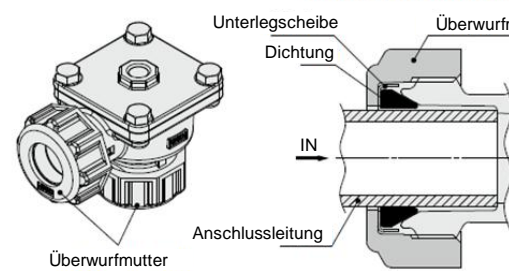

Abb. 1
- Anziehen der Überwurfmutter, Siehe Abb. 1.